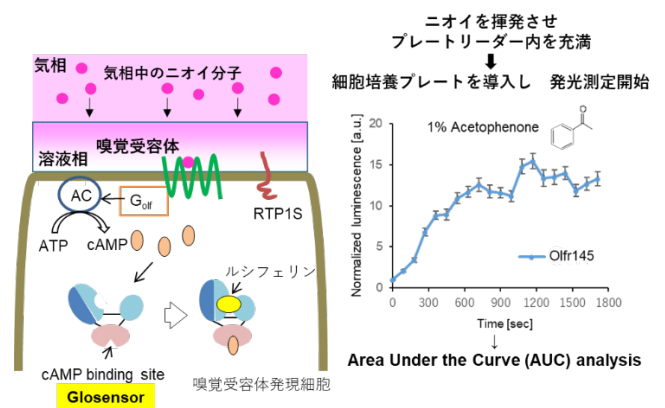

図1 Vapor stimulation Glo sensor assayの概要
1. Vapor stimulationアッセイシステムの概要 (図1)